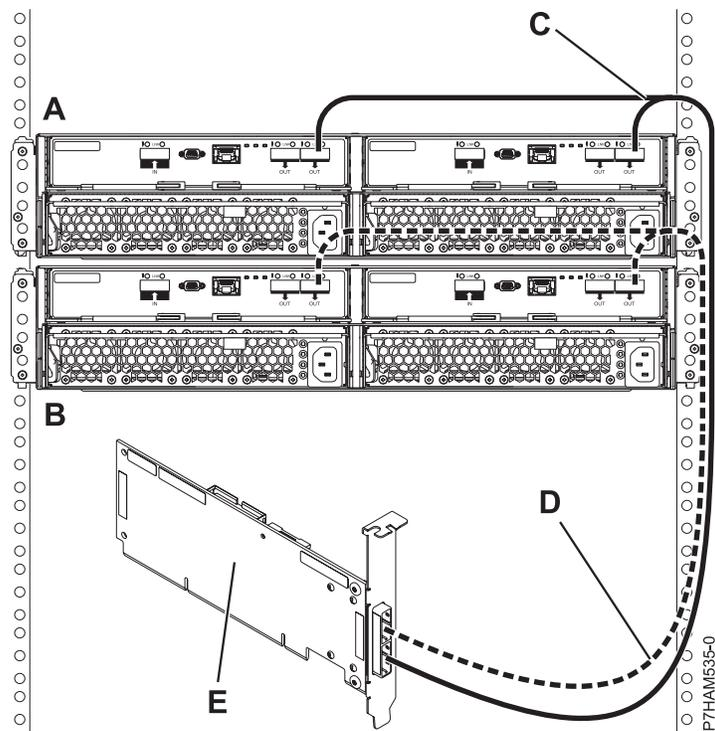

Figure 36. Mode 1 de connexion de deux boîtiers d'unité de disque 58/87 via des câbles YO à un adaptateur SAS unique
9. Effectuez la connexion de mode 1 de deux boîtiers d'unité de disque 58/87 (A et B) via des câbles YO (C et D) à un adaptateur SAS unique (E) comme illustré à la figure 36, à la page 71.
- L'adaptateur SAS unique (E) peut accéder à l'ensemble des 48 baies d'unité.